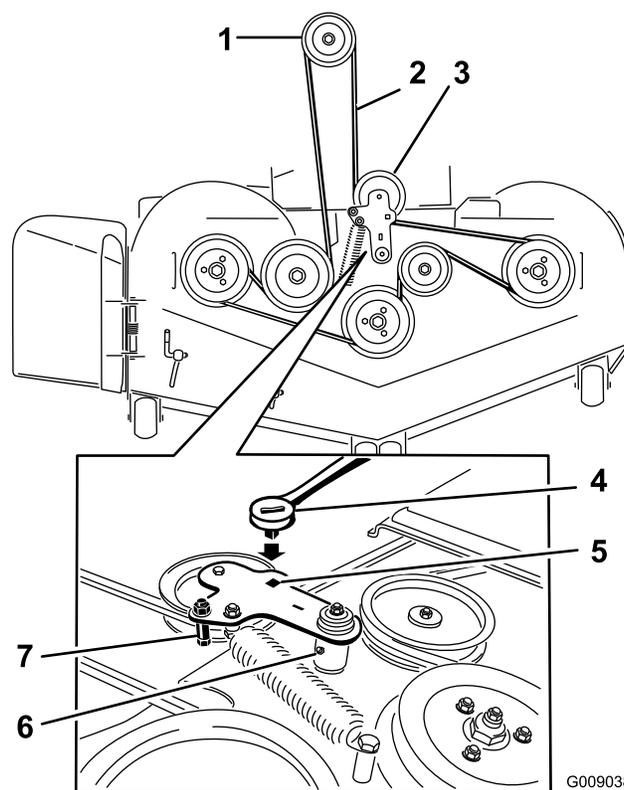

Figure 112
5. Soulevez le bac de plancher et insérez un rochet dans le trou carré de la poulie de tension du tablier (Figure 112).
6. Tournez la poulie de tension dans le sens horaire et déposez la courroie du tablier (Figure 112).